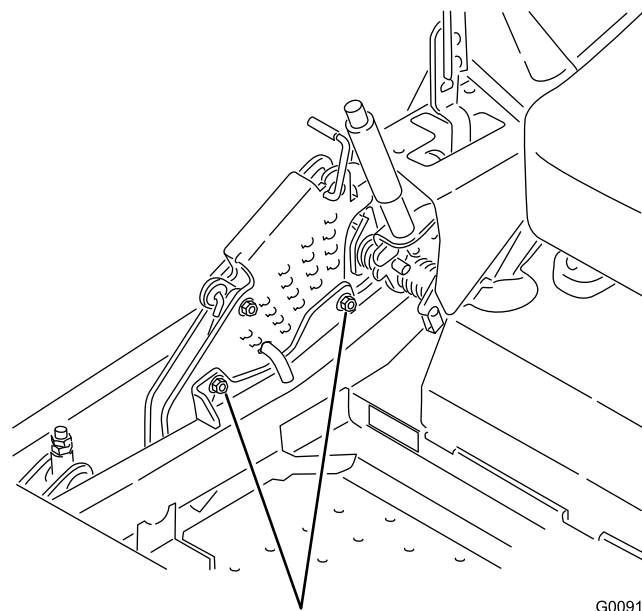

Figure 87
12. Pour régler le système monopoint, desserrez les deux boulons au bas de la plaque de hauteur de coupe (voir Figure 87).
14. Serrez les deux boulons au bas de la plaque de hauteur de coupe (Figure 87). Serrez à un couple de 37 à 45 Nm (27 à 33 pi-lb).